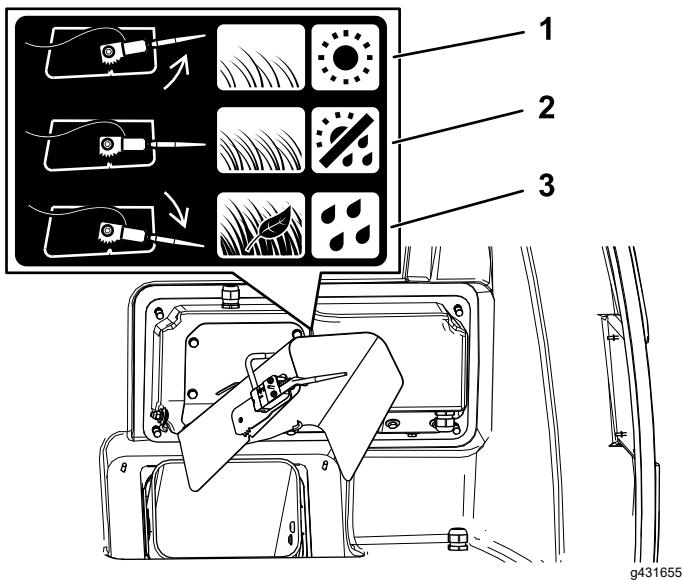

Figura 28
o si la unidad de corte se desengrana antes de que se llene la tolva, gire el sensor hacia arriba (Figura 28).
- Con hierba y condiciones meteorológicas normales, gire el sensor hasta la posición del punto medio (Figura 28).
- Con hierba densa y condiciones húmedas, al recoger hojas o si la tolva se llena antes de que se active el sensor, gire el sensor hacia abajo (Figura 28).
- Con hierba escasa y en condiciones secas, o si la unidad de corte se desengrana antes de que se llene la tolva, gire el sensor hacia arriba (Figura 28).